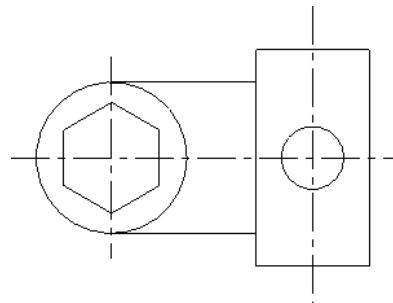

图 3-141 打开示例图形
- 01 在“文件”工具栏中单击“打开文件”按钮，打开光盘中“第 03 章\3.8 绘制椭圆实例.MCX-7”，如图 3-141 所示。